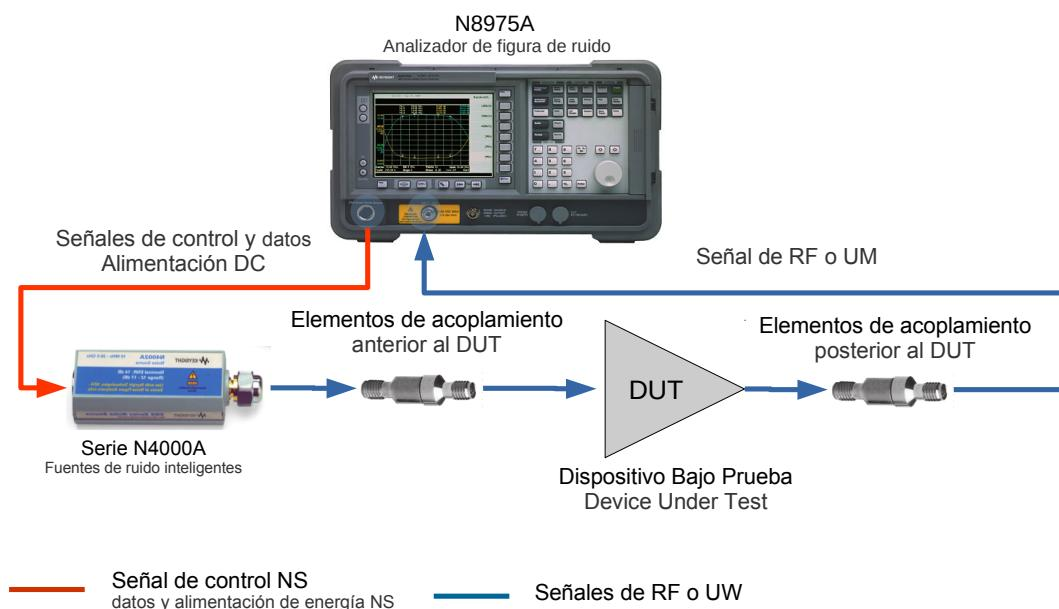

Figura 1: Esquema de conexiones de la instrumentación básica para medición de NF.
**ENR:** permite introducir en el NFA todo lo relativo a los datos de la razón de excedente de ruido. Al presionar la tecla ENR del panel MEASURE se despliega en pantalla el menú de la figura 1. Se aprecia en la figura 1 que el NFA acepta los datos de ENR en formato tabular o en forma de valor puntual. El formato tabular le indica al equipo los valores de ENR para cada frecuencia de interés. En cambio se puede ingresar un único valor de ENR para ser utilizado en todo el rango de frecuencias de medición.